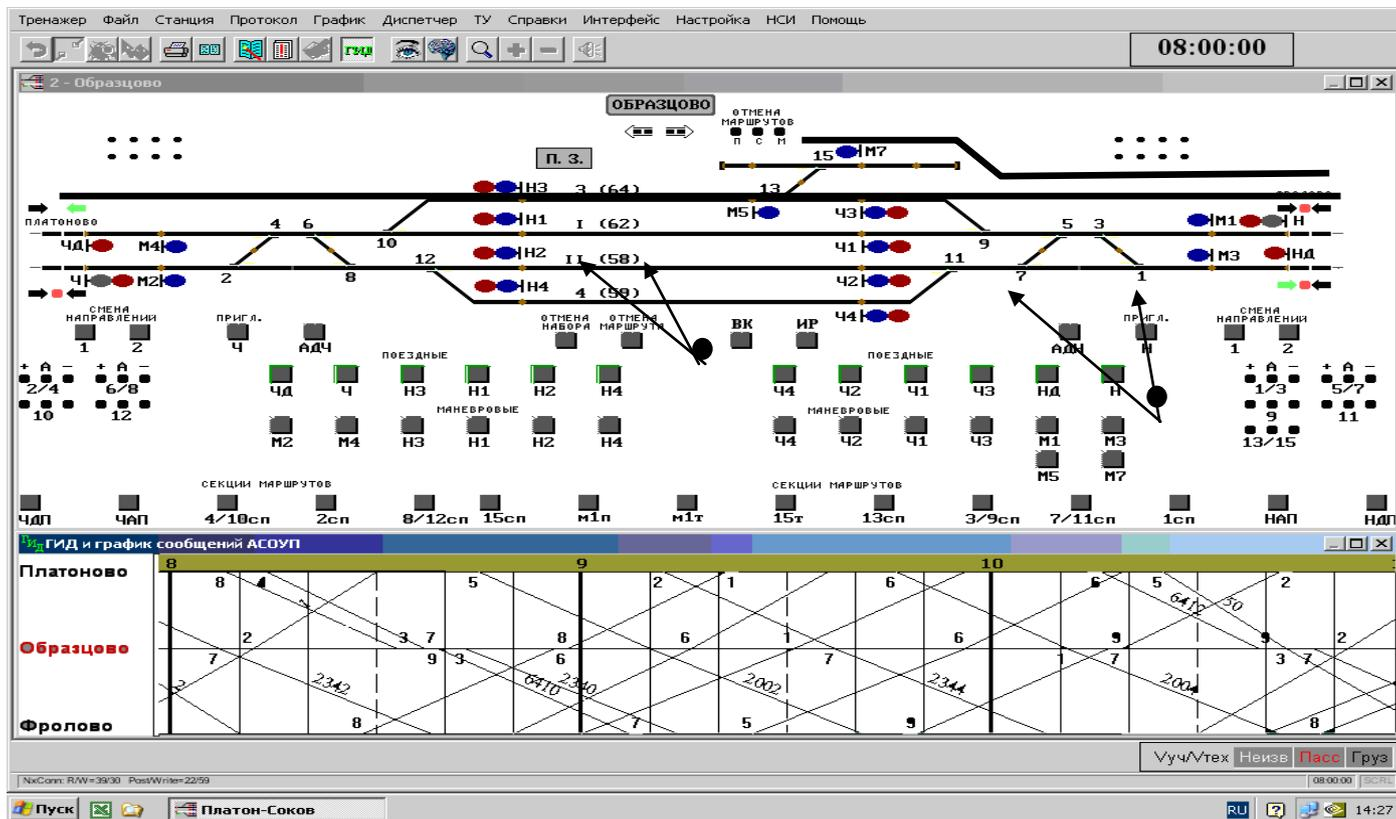

Рисунок 3 – Фрагмент пульт – табло станции при заданном маршруте приема поезда
Например, для задания маршрута приема поезда с перегона на 3-й приемо-отправочный путь (рисунок 3), необходимо курсором «мышь» нажать кнопку светофора **Н** (входного светофора, попутного движению поезда), а затем кнопку светофора **ЧЗ** (встречного по ходу движения поезда). Т.е. задан маршрут приема (полоса черного цвета) поезда с нечетного направления.
маршрута, необходимо нажать на пульт – табло кнопку **«Отмена маршрута»** и кнопку светофора, который был задан первым в данном маршруте. *Например*, чтобы отменить заданный маршрут на безостановочный пропуск подвижного состава по II пути (рисунок 3), нажимаются кнопки **«Отмена маршрута»** и кнопка входного светофора **Ч**. Через некоторое время неверно заданный маршрут гаснет. ДСП может приготовить маршрут заново.
- проверить правильность задания маршрута и открытие входного светофора (рисунок 3).
Для просмотра графика с 0 до 24 часов необходимо установить курсор «мыши» на строку времени (рисунок 3), нажать левую клавишу, перемещая при этом «мышь» вправо или влево.